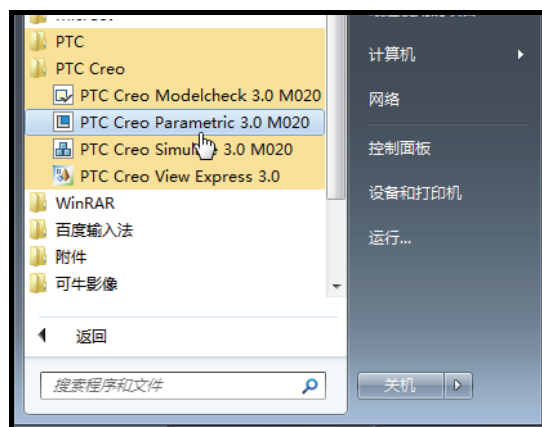

图 1-4 单击“PTC Creo Parametric 3.0 M020”命令
- 单击“开始” | “所有程序” | “PTC Creo” | “PTC Creo Parametric 3.0 M020”命令，如图 1-4 所示。